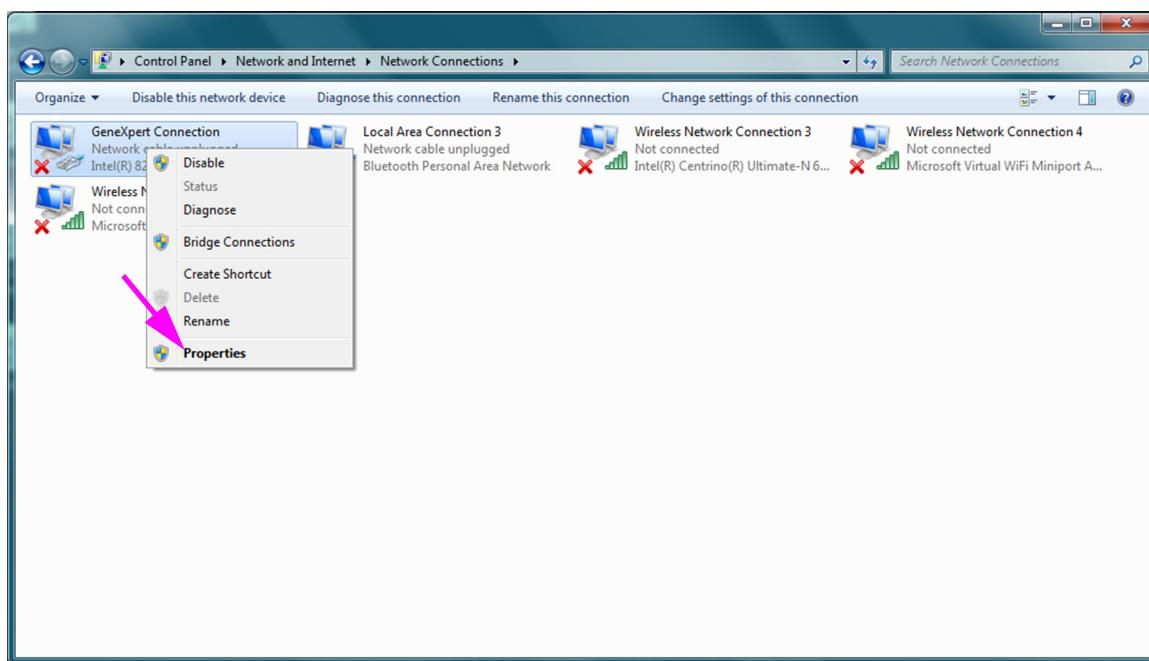

Figura 2-40. Ecrã Network Connections (Ligações de rede) com menu pendente
6. Clique com o botão direito na entrada **GeneXpert Connection** (Ligaçāo do GeneXpert). Aparece um menu pendente. Consulte a figura 2-40.